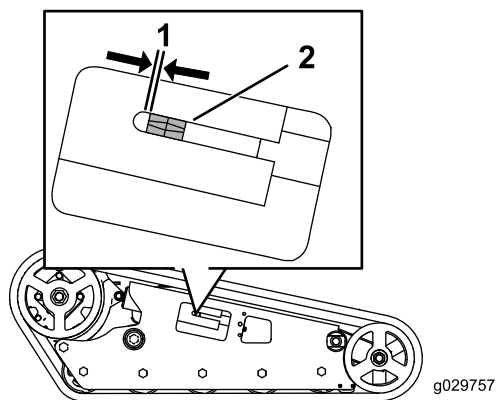

Рисунок 52
Между натяжной гайкой и прямой стороной паза натяжной трубки должен быть зазор 0,64 см (Рисунок 52). Если это не так, отрегулируйте натяжение гусеницы, используя следующую методику:
4. Используя сменную головку размером 1/2 дюйма, поворачивайте натяжной винт против часовой стрелки до тех пор, пока расстояние между натяжной гайкой и задней стороной натяжной трубки не станет равным 0,64 см, как показано на Рисунок 52.
10. Вращайте натяжной винт против часовой стрелки до тех пор, пока расстояние между натяжной гайкой и задней стороной трубки вилки (Рисунок 52) не станет равным 0,64 см.
10. Вращайте натяжной винт против часовой стрелки до тех пор, пока расстояние между натяжной гайкой и прямой стороной паза натяжной трубки (Рисунок 52) не станет равным 0,65 см.